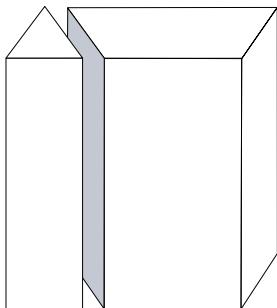

Fig. 5
- Eseguire innanzitutto un taglio obliqui con l'inclinazione del tetto corrispondente (vedere tagli obliqui fig. 5 - 7).